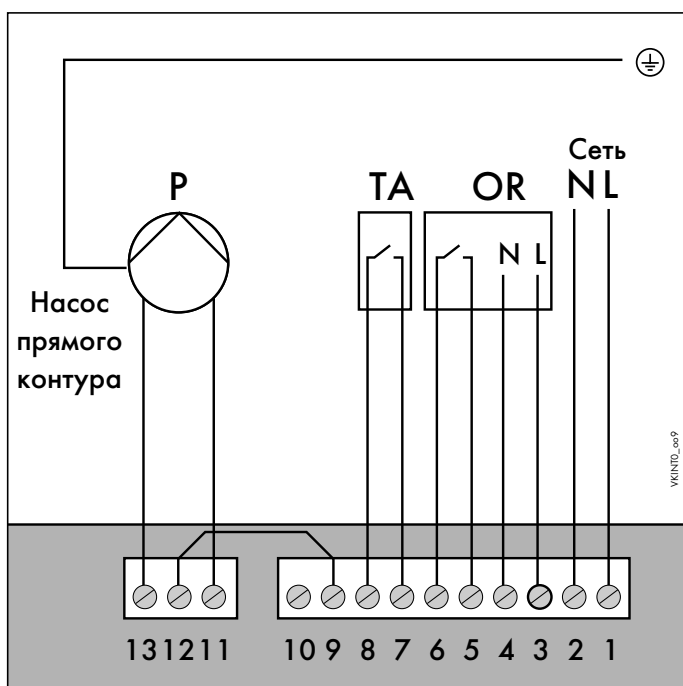

Рис. 4.6 Клеммная колодка
- Одноканальный таймер можно подключить к клеммам 3-6 в соответствии со схемой на рис. 4.6.